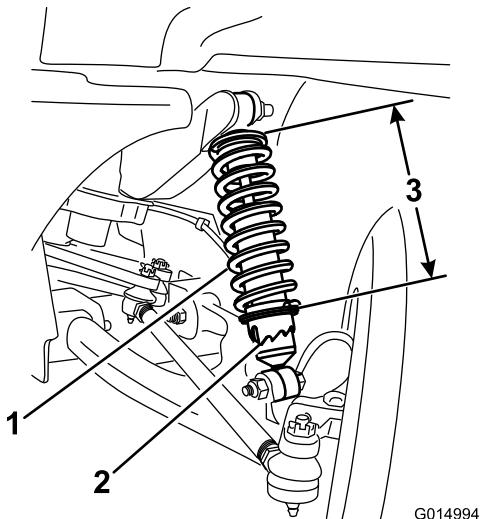

Рисунок 53
3. Используя вышеупомянутый инструмент Toro № 6010, поверните кольцо на амортизаторе, чтобы изменить длину пружины (Рисунок 53).